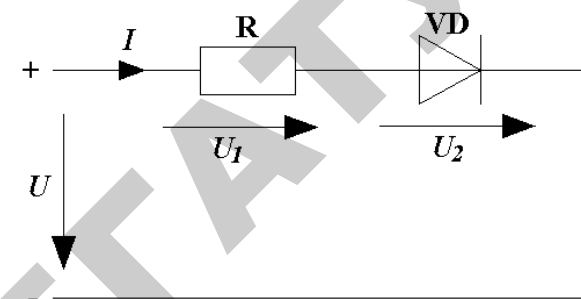

Рис. 1.10
1.3.1. Двухполюсник состоит из последовательно включенных резистора  $R = 100$  Ом и германиевого диода VD (рис. 1.10). ВАХ двухполюсника  $I(U)$  задана (табл. 1.1).